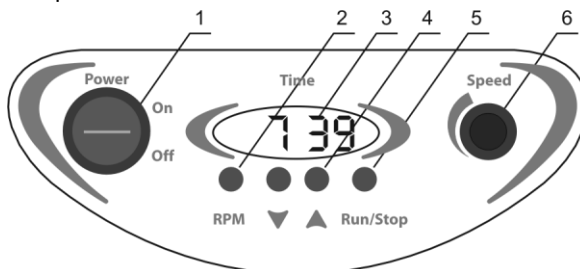

Fig.1 Panneau de configuration
- 4.3. Mettez sous tension en positionnant sur "On" l'interrupteur Power (fig. 1/1) situé sur le panneau avant de l'agitateur (l'écran (fig.1/3) s'allumera). En mode de veille, l'écran affiche la durée ou la vitesse programmée (lorsque la touche **RPM** est pressée). En mode d'exécution, l'écran affiche la durée ou la vitesse réelle (lorsque la touche **RPM** est pressée).
- 4.4. À l'aide des touches ▲ et ▼ (fig. 1/4), réglez la durée de fonctionnement en vous servant des relevés affichés sur l'écran. La durée programmée s'affiche sur l'écran en heures et en minutes (hh:mm).
- 4.5. Réglez la vitesse d'agitation en vous servant du bouton Speed (fig. 1/6) et des relevés de vitesse sur l'écran. Les relevés de vitesse s'affichent sur l'écran en même temps que vous tournez le bouton Speed.
- 4.6. Appuyez sur la touche **Run/Stop** (fig. 1/2). L'agitation de la plate-forme démarrera et l'indicateur du minuteur commencera à décompter la durée d'utilisation.
- 4.8. Si nécessaire, l'agitateur peut être arrêté avant que la durée programmée ne se soit écoulée en appuyant sur la touche **Run/Stop** (fig. 1/5). Pendant 2 secondes, l'écran affichera la durée de fonctionnement de l'agitateur, puis la durée programmée.